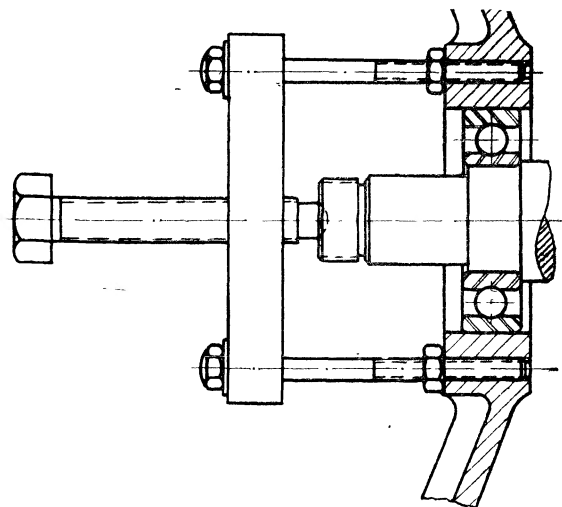

Рис. 21. Снятие подшипникового щита со стороны вентилятора
2. Снять подшипниковый щит 12 с подшипника 31 съемником (рис. 21).